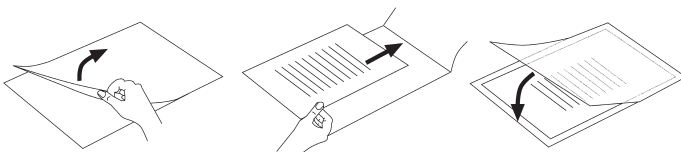

Abb. 2
- ▶ Beachten Sie, dass Sie lediglich eine Folie zum Laminieren verwenden. Klappen Sie diese vorher auf, wie in Abb. 2 dargestellt.
- ▶ Beachten Sie, dass Sie lediglich eine Folie zum Laminieren verwenden. Klappen Sie diese vorher auf, wie in Abb. 2 dargestellt (siehe S. 22).